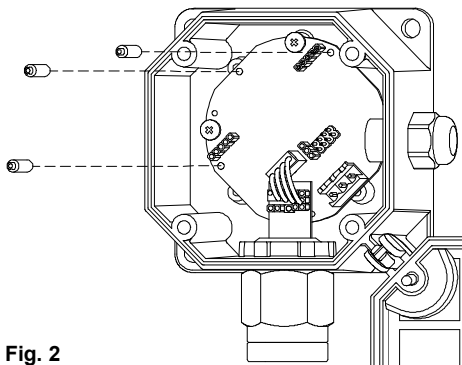

Fig. 2
3. Inserire sul trasmettitore le tre torrette in dotazione, come indicato in Fig. 2).